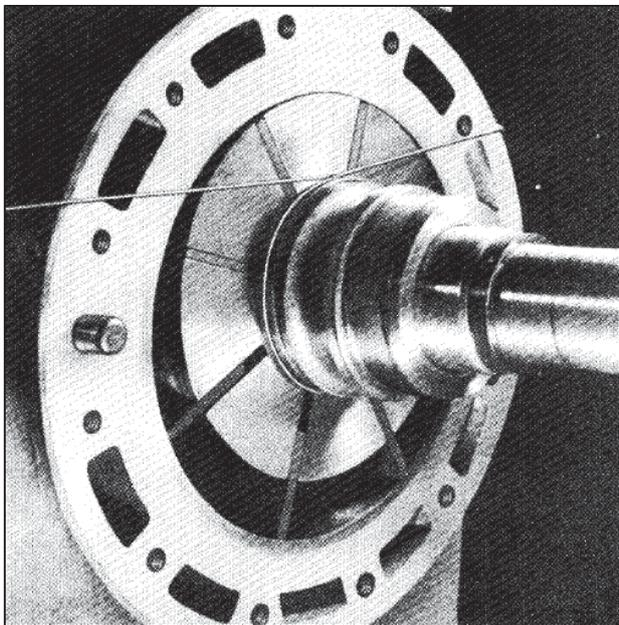

Рис. 23. Перед установкой головки цилиндра обожмите уплотнительное кольцо.
9. Обожмите уплотнительные кольца, как показано на **рис. 23**.